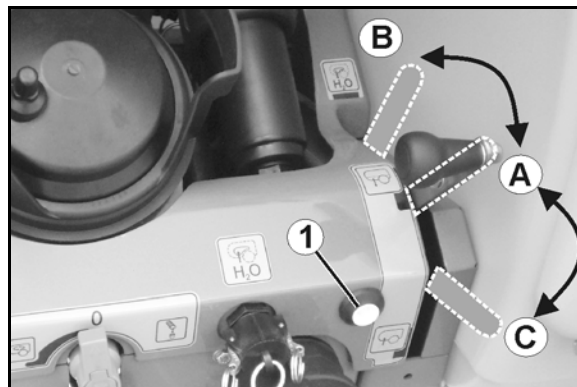

Fig. 86
- Fjernbetjent omstilling fra posisjon sprøyting (Fig. 86/A) til posisjon skylling (Fig. 86/B).
Omstilling av posisjon Påfylling (Fig. 86/C) til posisjon Sprøyting (Fig. 86/A) via betjeningsterminalen eller på betjeningsfeltet (Fig. 86/1).